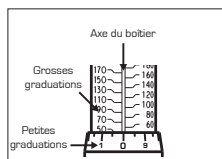

Figure 2 - Réglage du couple : 50
3. Régler la clé à la valeur de couple souhaitée en tournant la poignée jusqu'à ce que l'échelle indique la valeur voulue (voir Figures 2 et 3, à la page 10).